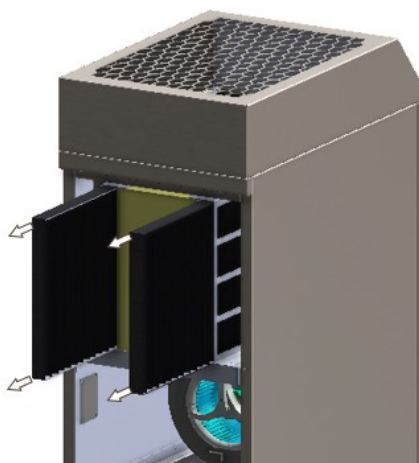

Abbildung 11: Entnahme Aktivkohlematten
- 2) Beide Aktivkohlefiltermatten entnehmen, siehe Abb. 11.